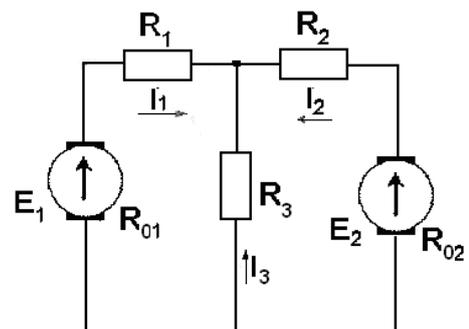

Рисунок 8.2
**Пример:** В ветвях (рис. 8.2) требуется определить токи, если  $R_1=1,7\text{Ом}$ ;  $R_{01}=0,3\text{Ом}$ ;  $R_2=0,9\text{Ом}$ ;  $R_{02}=0,1\text{Ом}$ ;  $R_3=4\text{Ом}$ ;  $E_1=35\text{В}$ ;  $E_2=70\text{В}$ .